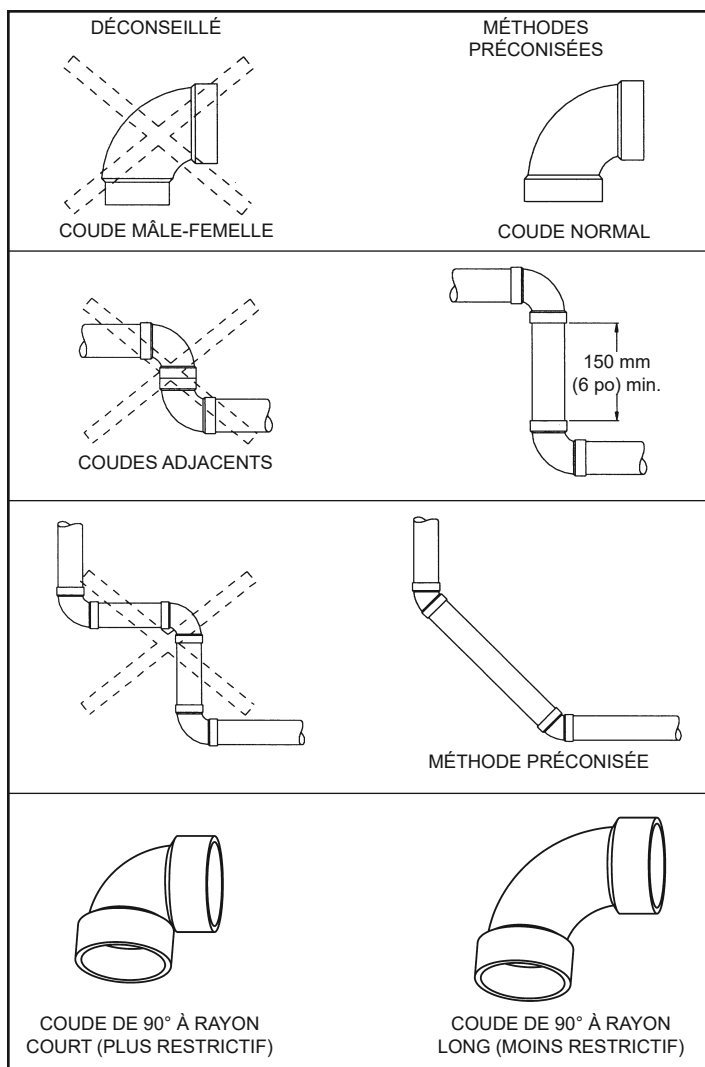

Figure 11
**Remarque :** Les indications de la Figure 11 sont fournies à titre d'illustration d'une bonne méthode d'évacuation seulement et ne visent pas à restreindre les options d'évacuation au-delà des restrictions établies par l'édition courante du « **Code d'installation du gaz naturel et du propane B149.1** » ou tout code local ou provincial en vigueur.
4. Éviter d'utiliser des coudes de 90° directement adjacents et ne pas utiliser de coude mâle-femelle. Maintenir une portion droite d'au moins 150 mm (6 po) entre deux coudes. Les coudes très rapprochés ou à rayon court réduisent la capacité d'évacuation. Figure 11 montre des exemples de raccords de tuyauterie d'évacuation.